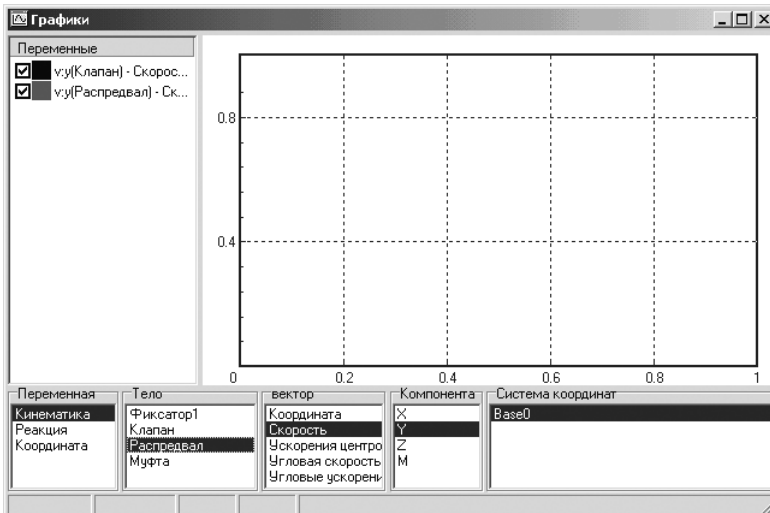

Рис. 1.124. Начальное состояние отдельного окна **Графики** перед началом моделирования механизма **кулачок – клапан**
- щелкните дважды по телу **Распредвал** для ввода второй переменной в контейнер ввода переменных. Все значения выделенных на данный момент полей поместятся в соответствующую переменную в контейнер ввода переменных. Возможное начальное состояние графического окна показано на рис. 1.124;